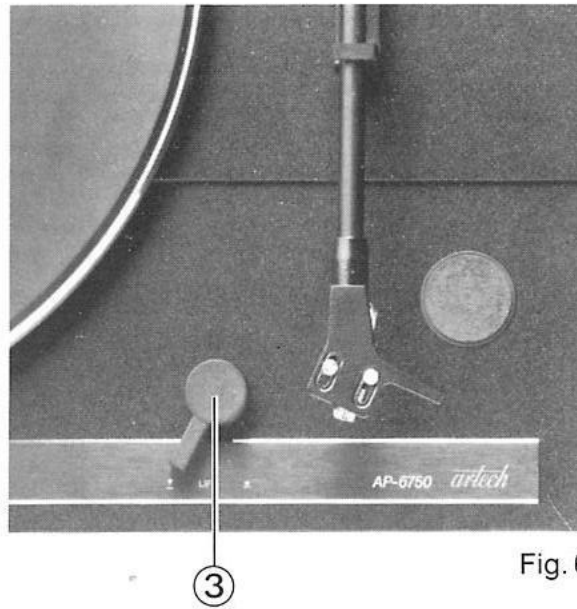

Fig. 6
Stellen Sie den Schalter LIFT ③ (Fig. 6) in die Stellung  $\nabla$ .